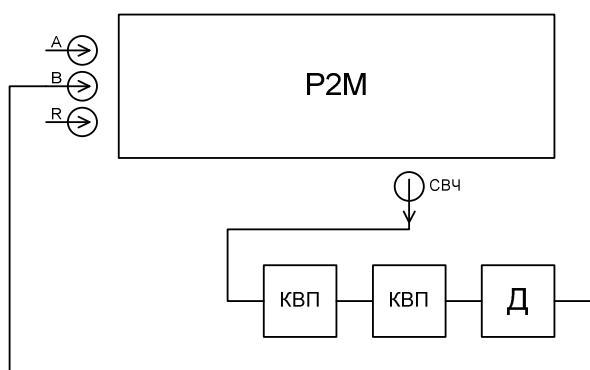

Рисунок 16 - Схема калибровки без опорного канала
- без опорного канала (рис. 16);